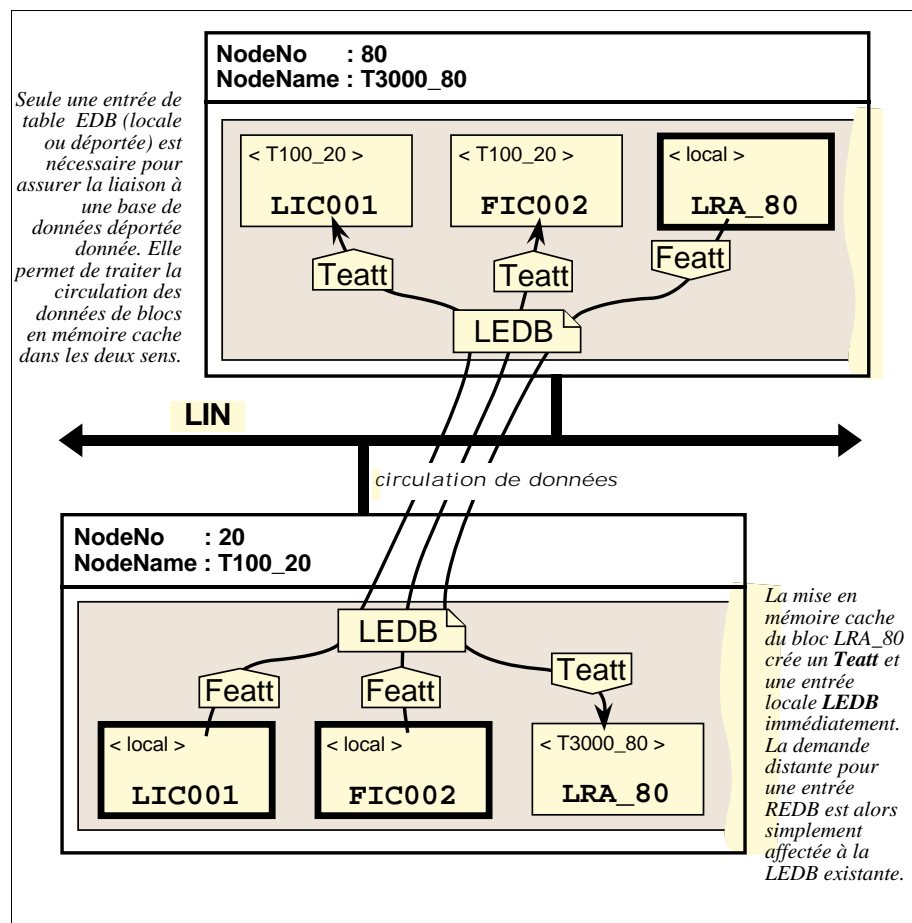

Figure B-5 Mise en mémoire cache d'un autre bloc dans la direction opposée
- 4 Mise en mémoire cache dans la direction opposée (figure B-5)
La figure B-5 montre ce qui se produit, lorsqu'un bloc de la base de données du T3000_80 est en mémoire cache sur le noeud T100_20 — autrement dit, dans la direction opposée.